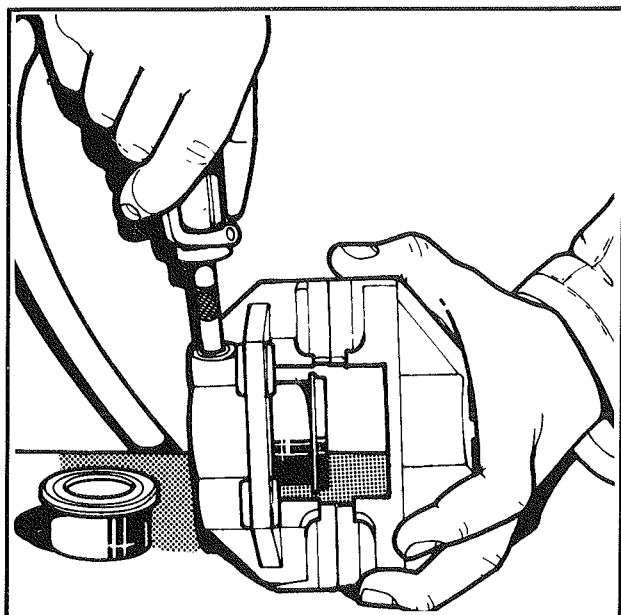

Fig. 3
- Déposer l'autre piston en envoyant de l'air comprimé par le trou d'alimentation (Fig. 3).